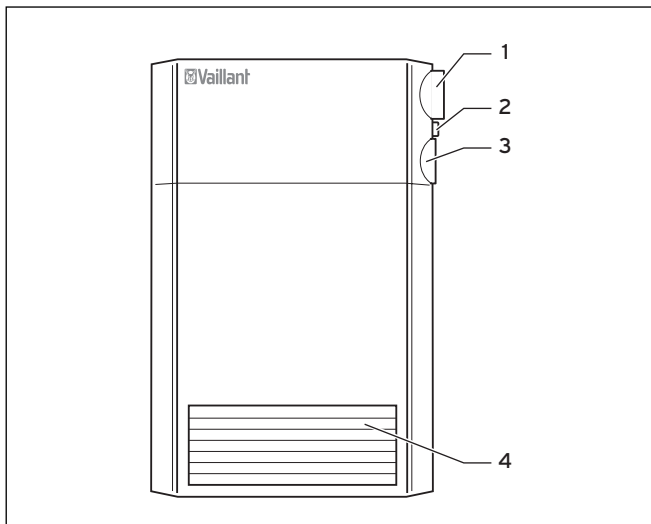
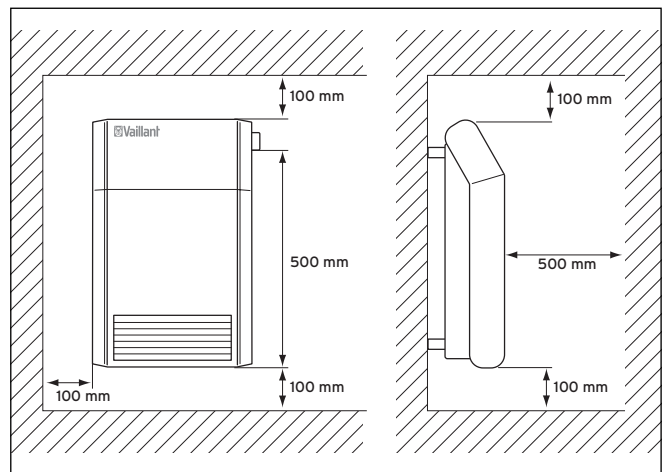

Abb. 1.1 Aufbau
Abb. 2.1 Abmessungen und Mindestabstände
- Zu der Gerätevorderseite ist ein Mindestabstand von 500 mm zu brennbaren Gegenständen wie Gardinen, Tischdecken, Polstermöbel usw. einzuhalten. Die Mindestabstände zu Fußboden und Wänden sind entsprechend Abbildung 2.1 einzuhalten.
- Entnehmen Sie den Aufhängebügel (1) aus der Verpackung.
- Montieren Sie den Aufhängebügel (1) so, dass der Mindestabstand von 100 mm von den Gerätekanten zu allen umgebenden Seiten (Fußboden, Fensterbank, Wände, usw.) eingehalten wird (s. Abb. 2.1.).
- Bohren Sie die Befestigungslöcher für den Aufhängebügel (1) und setzen Sie die Dübel ein.
- Sorgen Sie dafür, dass der Mindestabstand zwischen dem Heizregister mit Luftaustritt (s. Abb. 1.1) und brennbaren Gegenständen mindestens 500 mm beträgt.